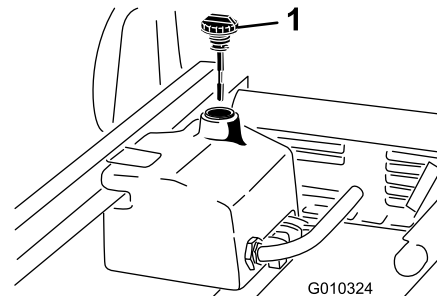

Figura 70
4. Limpe a zona em redor do tubo de enchimento e da tampa do depósito hidráulico (Figura 70).
6. Retire a vareta (Figura 70) do tubo de enchimento e limpe-a com um pano limpo.